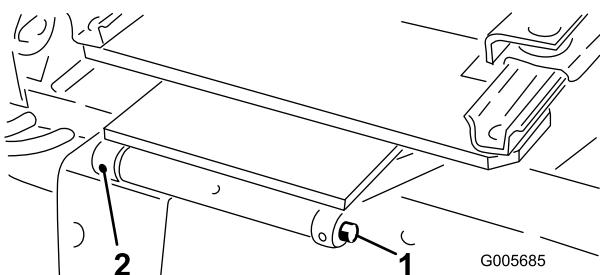

Figura 9
3. Monte el asiento y el soporte del asiento en el soporte pivotante usando el perno y el pasador cilíndrico (Figura 9).
- Monte el asiento y el soporte del asiento en el soporte pivotante usando el perno y el pasador cilíndrico (Figura 9).